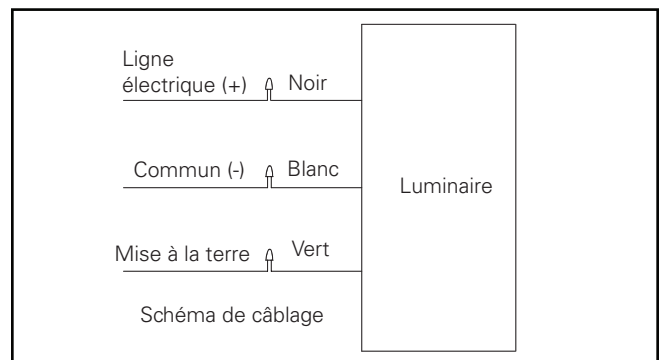

Figure 4.
2. Retirez les deux (2) vis du couvre-joint et le couvre-joint en utilisant un tournevis cruciforme no 2.
5. Effectuez les raccords électriques selon le schéma de câblage et insérez les raccords dans le poteau ou la plaque de fixation. (Figure 4.)
6. Desserrez les trois (3) vis de serrage et le maillon de jonction du poteau ou de la plaque de fixation.
7. Positionnez le luminaire selon la direction désirée puis serrez les trois (3) vis de serrage à un couple de 13,5 Nm (10 pi-lb).
4. Consultez le schéma de câblage pour effectuer les raccordements. (Figure 4.)